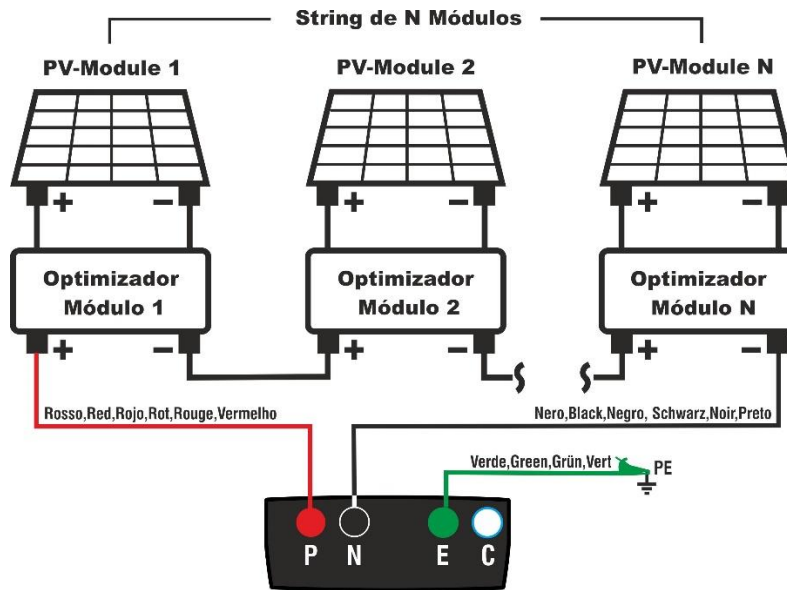

Fig. 10: Conexión del instrumento para la medida de aislamiento con optimizadores
5. Conecte el instrumento a la salida de la serie de optimizadores asociados a la string en pruebas como se muestra en la Fig. 10. En particular, conecte el polo Positivo de la salida del **primer optimizador** en la entrada P, el polo Negativo de la salida **del último optimizador** al terminal N y el terminal E al nodo principal de tierra de la instalación
4. Conecte el instrumento a la salida de la serie de optimizadores asociados a la string en pruebas como se muestra en la Fig. 10. En particular, conecte el polo Positivo de la salida del **primer optimizador** al terminal P, el polo Negativo de la salida del **último optimizador** al terminal N y el terminal E al nodo principal de tierra de la instalación